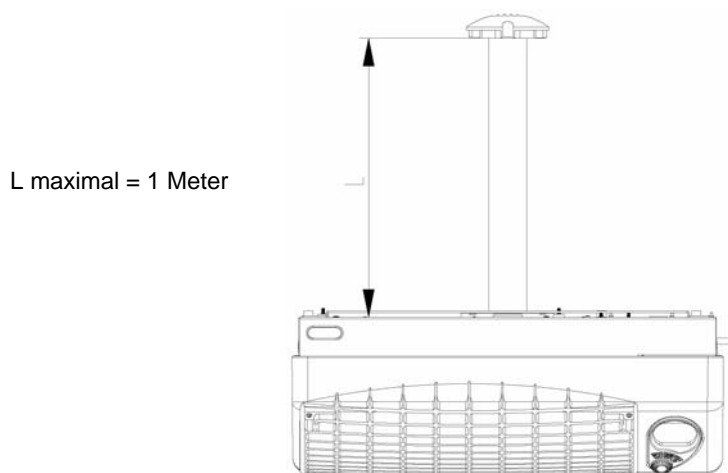

Abbildung 4 – Installation mit Koaxialrohren
- Mit Koaxialrohren, mit Austritt an der Installationswand (maximale Rohrlänge 1 Meter) (siehe Abbildung 4).